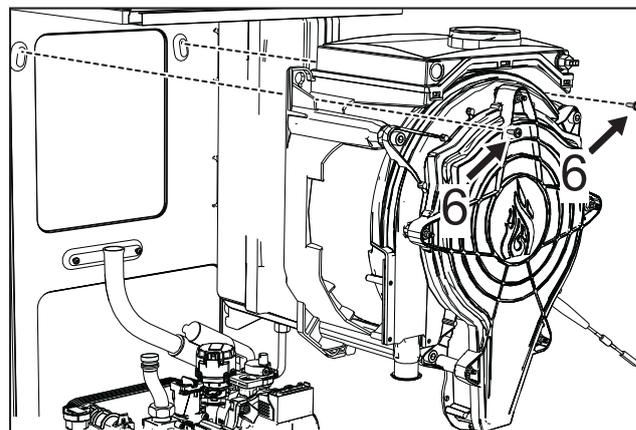

рис. 50
- Снимите 2 **верхних винта 6** крепления теплообменника к раме (рис. 50).